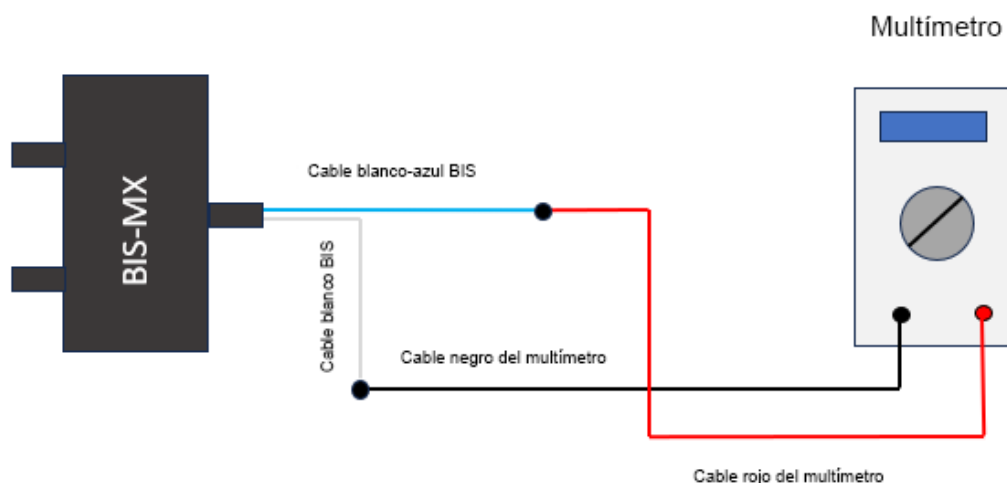

Fig. 5 Diagrama de conexión
2. Monte el circuito de conexión de acuerdo con la «Fig.5 Diagrama de conexión».